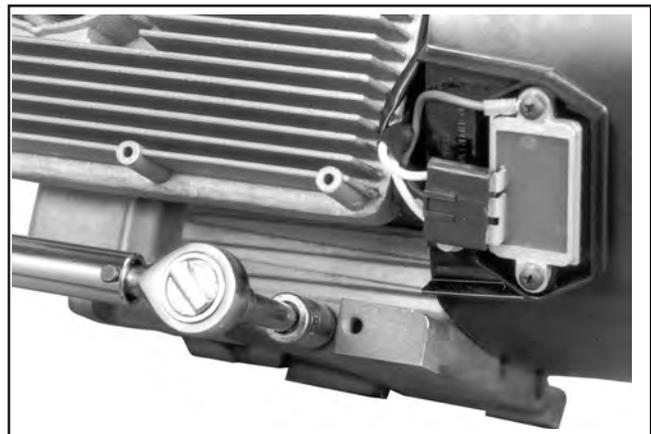

Abbildung 11-103. Beide Ölablassschrauben wieder montieren und anziehen.
4. Die Ölablassschrauben montieren. Siehe Abbildung 11-103. Anzug der Ablassschrauben auf 13,6 N·m (10 ft lb).